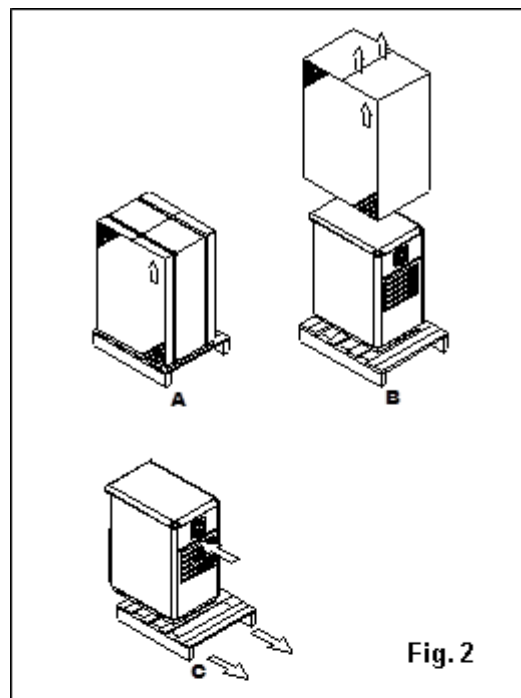

Fig. 2
- a. Couper les bandes noires (fig 2)